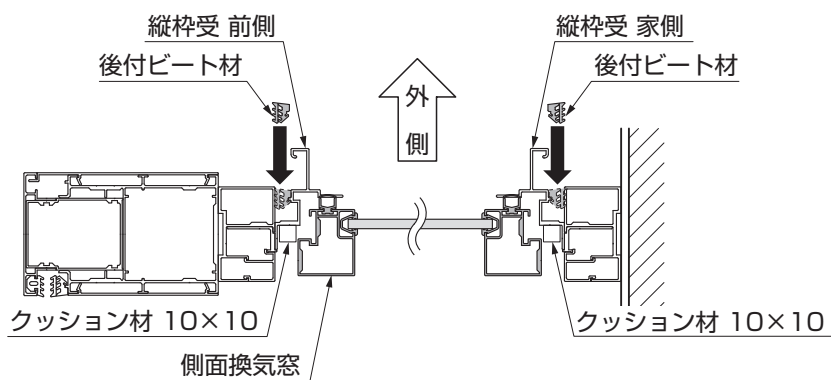
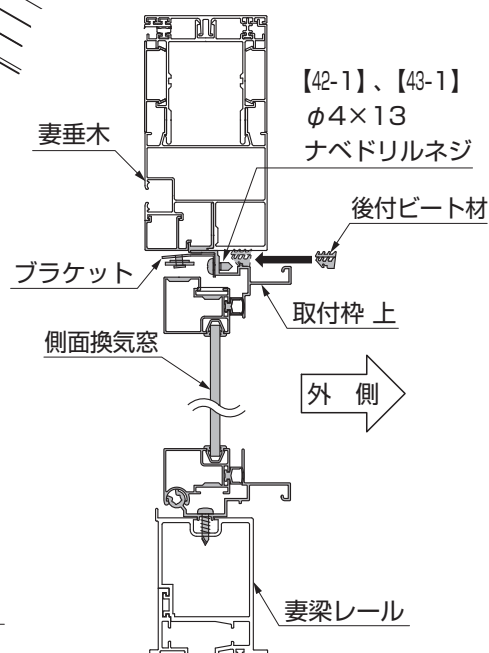
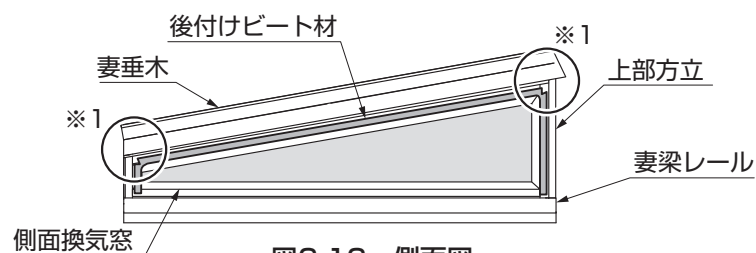

図6-14 横断面納まり図
図6-15 縦断面納まり図
図6-16 側面図
- ③上部窓のブラケットを、取付枠 上に、【42-1】、【43-1】で取付けてください。
- ④後付けビート材を、はめ込んでください。(図6-14、図6-15、図6-16参照)